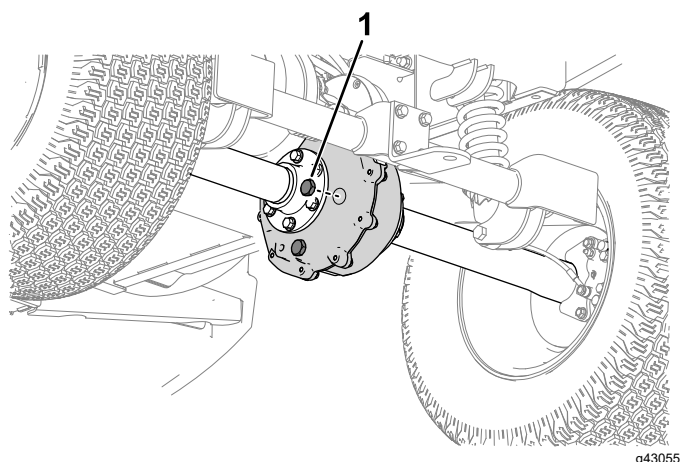

Figura 46
1. Tire o tampão de enchimento do conjunto eixo-transmissão (Figura 46).
2. Se o nível de fluido estiver baixo, retire o tampão de enchimento e adicione o fluido indicado em [Substituição do fluido do eixo-transmissão \(página 40\)] especificado até sair pelo furo (Figura 46).